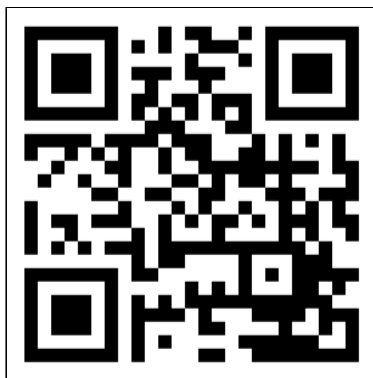

Figure 41.
1. Ouvrez le manuel de l'application Eurom Smart avec le QR-code (Figure 41) ou rendez-vous sur www.eurom.nl/nl/manuals.